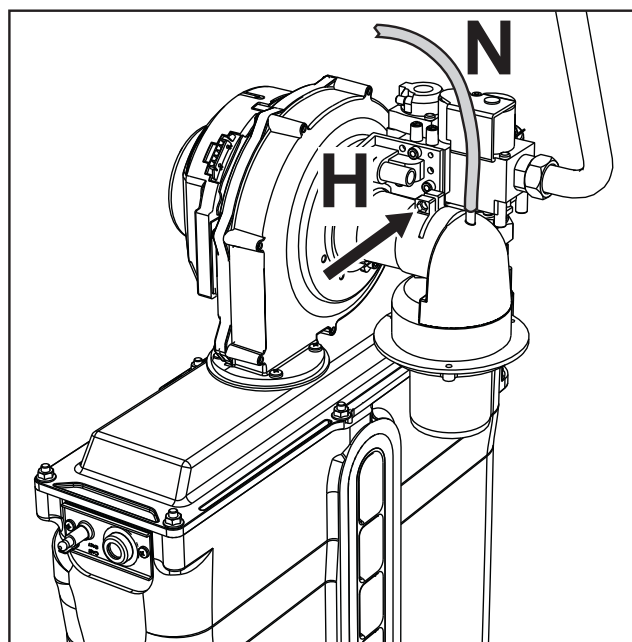

fig. 78
3. Quite el tubo de compensación “N” y afloje el tornillo “H” (vea fig. 78).